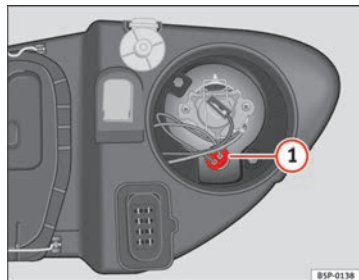

Abb. 169 Standlicht
- Den Lampenträger ⇒ Abb. 169 **1** herausnehmen.